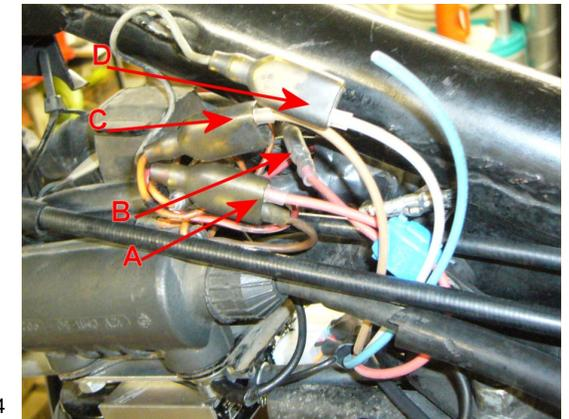

Bild 14
1. Bei der Speisung der Zündspulen gibt es je nach Jahrgang zwei Varianten. Bei älteren Modellen kommt ein rot/weisses Kabel mit Doppelbuchse, in welche beide braunen Kabel zu den Zündspulen eingesteckt sind. (Bild 14). Bei neueren Jahrgängen gibt es zwei getrennte rot/weisse Kabel, wo die braunen Kabel der Zündspulen eingesteckt sind. Eines der braunen Kabel wird ausgesteckt und stattdessen das rote Kabel mit Stecker von der Steuerbox eingesteckt (Pfeil A).